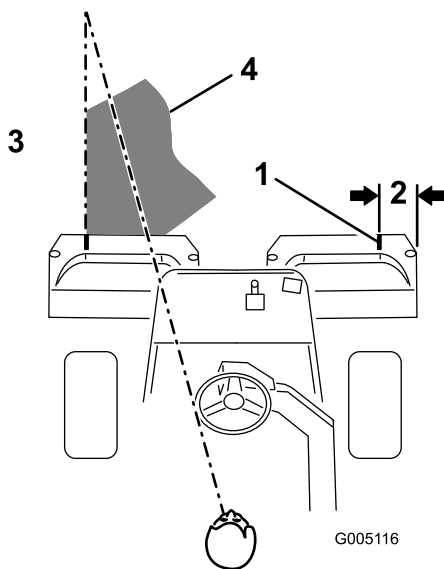

Figure 26
**Remarque:** Pour vous aider à traverser le green en ligne droite et à maintenir la machine à égale distance du bord de la passe précédente, imaginez une ligne de vision imaginaire à environ 1,8 à 3 m en avant de la machine jusqu'au bord de la partie non coupée du green (Figure 26). Faites passer la ligne de vision par le bord extérieur du volant, c.-à-d. de maintenir le bord du volant aligné sur un point se trouvant toujours à la même distance par rapport à l'avant de la machine.